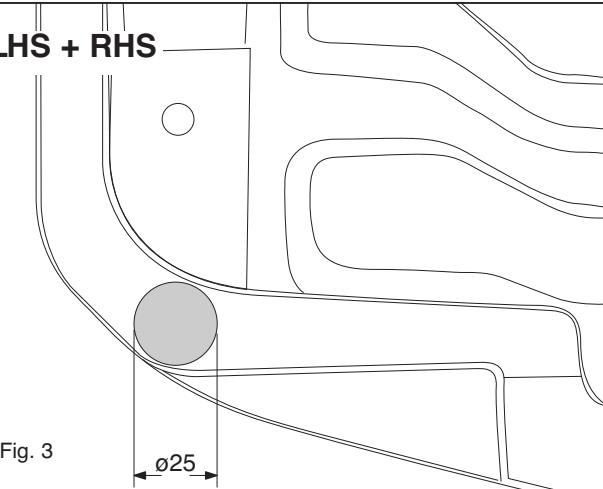

Fig. 3
4. Taladrar a la izquierda y a la derecha como indica la fig. 3 el orificio ø25mm por las partes plástico señaladas que se encuentran en el maletero.
4. Praticare a sinistra e a destra un foro di ø25 mm come indicato in fig. 3 attraverso le parti in plastica indicate nel bagagliaio.
4. Wywiercić otwór ø25mm zgodnie z rys. 3 po prawej i lewej stronie w bagażniku przez zaznaczone części wykonane z tworzywa sztucznego.